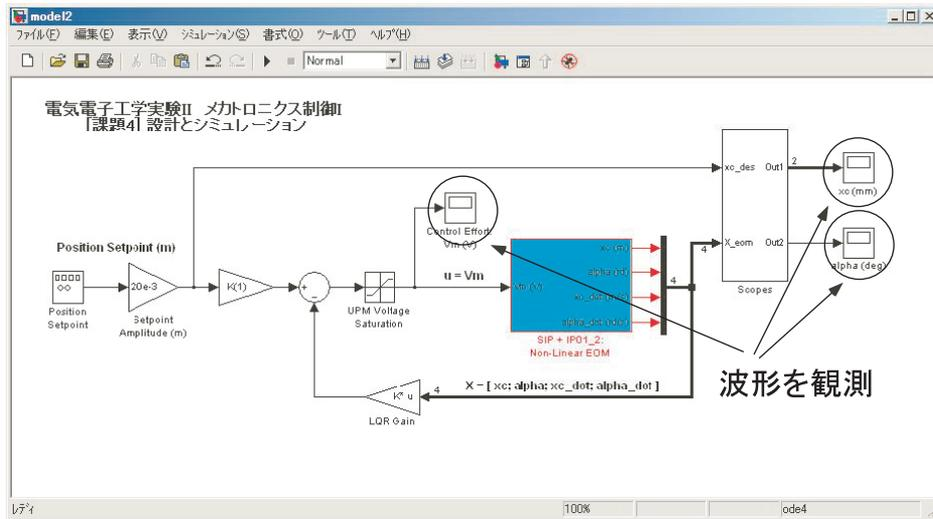

図 3: model2.mdl
- (1)  $q_1, q_2, q_3, q_4, r_1$  の値を決定してプログラムを実行する (program3 を参照)。ここで、diag とは、対角行列の要素を記述するための記号である。
- (2) command 3 のように E を実行することにより、 $(A - BK)$  の極が負であるか確認する。
- (3) 図 3 の simulink ファイル mode12.mdl を開いてシミュレーションをする。波形を観測して、図 4-6 のように制御仕様を満足するか確認する。
(4) 制御仕様を満足していれば設計終了，していなければ設計をやり直す。
(5) 図を保存する。MATLAB window で data\_plot2 と入力して実行する。png 形式のファイル cartposition2.png , pendangle2.png , control2.png ができる。